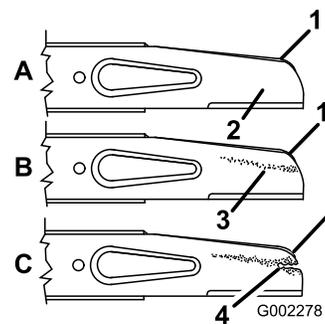

Bild 28
Prüfen Sie vorsichtig die Schärfe und Abnutzung des Messers, besonders an den Stellen, an denen sich flache und gebogene Teile berühren (Bild 28A). Da Sand und anderes reibendes Material das Metall abschleifen kann, das die flachen mit den gebogenen Teilen verbindet, müssen Sie das Messer vor jedem Einsatz des Rasenmähers prüfen. Wenn Sie einen Schlitz oder eine Abnutzung (Bild 28B und C/Bild 28) feststellen, tauschen Sie das Messer aus, siehe Entfernen des Messers \(Seite 24\).
2. Entfernen Sie die Messermuttern, das Gaspedal und das Messer (Bild 28).